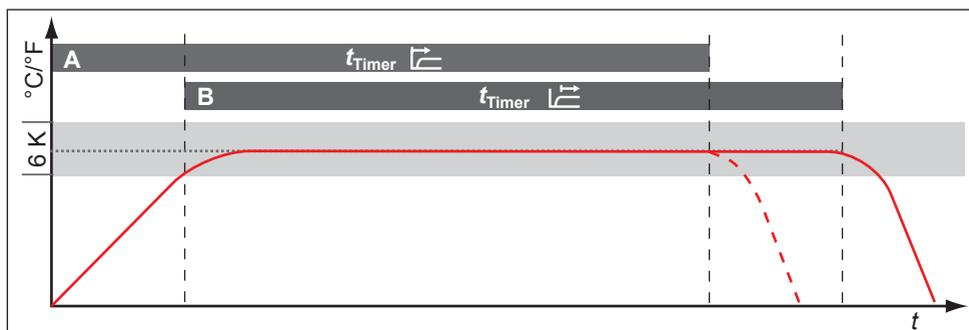

Fig. 29 Modo temporizador
Aqui é possível ajustar se o relógio digital de contagem decrescente com indicação do tempo pretendido (temporizador, consulte a página 32) deve ou não trabalhar em função do valor nominal – ou seja, se o período de funcionamento do temporizador apenas deve iniciar quando for atingida uma banda de tolerância de ± 3 K do valor nominal (Fig. 29, B) ou imediatamente após a ativação do temporizador (A).